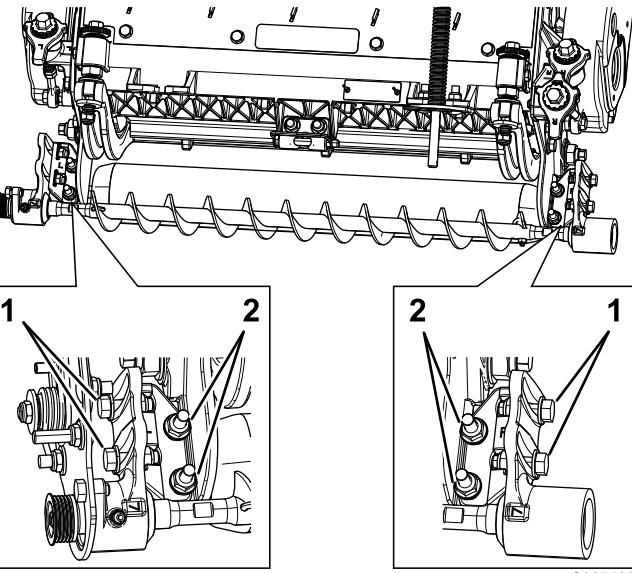

Bild 9
- A. Lösen Sie die zwei Sicherungsbundmuttern, mit denen die Befestigungshalterung der Rollenbürste an der Seitenplatte der Schneideeinheit befestigt ist (**Bild 9**).
- B. Drehen Sie das Lagergehäuse der Rollenbürste so lange, bis die Bürstenplatte mit der Seitenplatte der Schneideeinheit parallel ist (**Bild 9**).
- C. Ziehen Sie die zwei Sicherungsbundmuttern fest, mit denen die Befestigungshalterung der Rollenbürste an der Seitenplatte der Schneideeinheit befestigt ist (**Bild 9**).
1. Lösen Sie die zwei Schrauben, mit denen jedes Lagergehäuse der Rollenbürste an der Befestigungshalterung der Rollenbürste montiert ist (**Bild 9**).